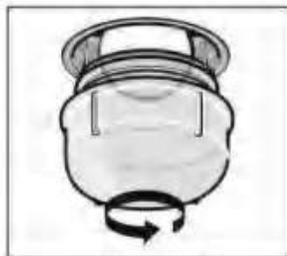

Figure 5
2. Tournez le couvercle en verre dans le sens inverse des aiguilles d'une montre. (Figure 5)